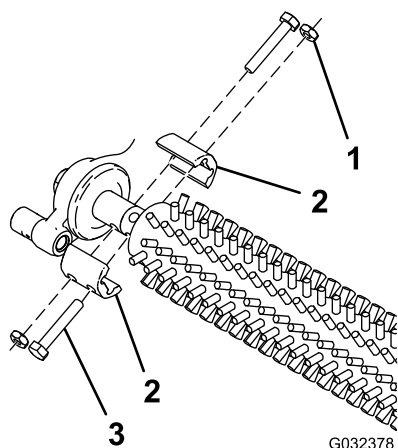

Figura 1
3. Retire y guarde los 4 pernos, las contratuercas y las abrazaderas que sujetan el cepillo groomer a ambos lados de la máquina (Figura 1).